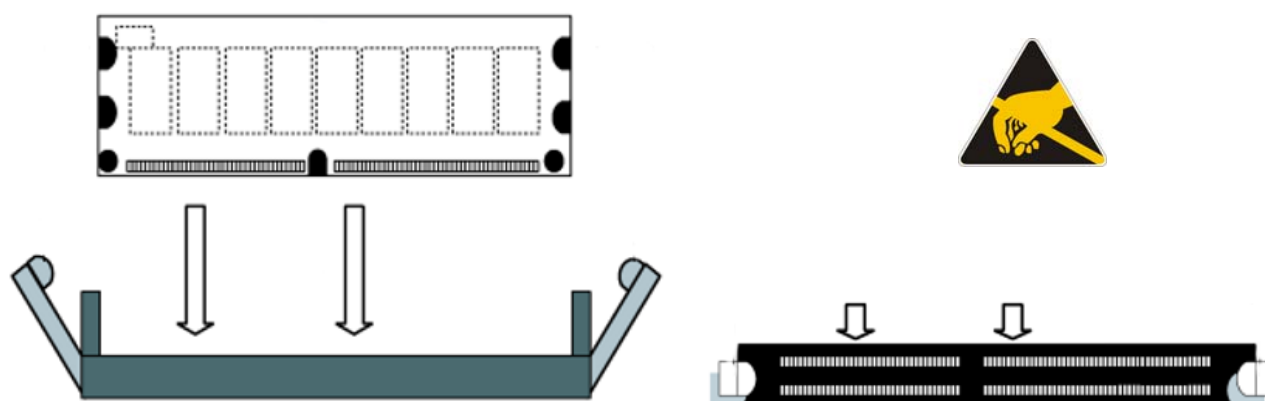

Figura 7. Installazione dei moduli di memoria
2. Individuare sulla scheda madre la posizione degli zoccoli contenenti i moduli di memoria. ( i moduli hanno un verso unico di inserimento e hanno una chiave che permette l'inserimento nello zoccolo in un solo verso vedi figura 7).